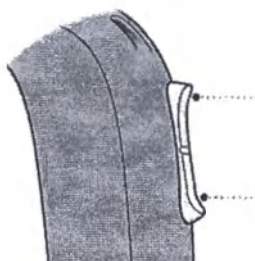

Рисунок 10 – Кнопка-переключатель
2.1.5.1 Аппарат имеет кнопочный переключатель для регулировки громкости и переключения между программами (рисунок 10). Кнопку-переключатель можно нажимать в верхней части (ВВЕРХ) или в нижней части (ВНИЗ).